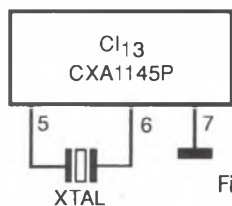

Figura 2
Na figura 2 temos o diagrama completo do bloco de temporização que pode ser facilmente agregado a um projeto mais complexo.
- * Aterre o pino 7 do CI 13, conforme mostra a figura 2.
baixa e com uma fuga em ambos os sentidos. Substituí o capacitor C356 e ao ligar o aparelho, a imagem completou toda a tela do TRC, mas apresentou linhas de retraço na parte superior da tela, conforme mostra a figura 2. Prosseguindo as pesquisas, tive a intuição de verificar o capacitor C357 de 100 μ F - 35 V que estava completamente aberto, ou sem capacitância.